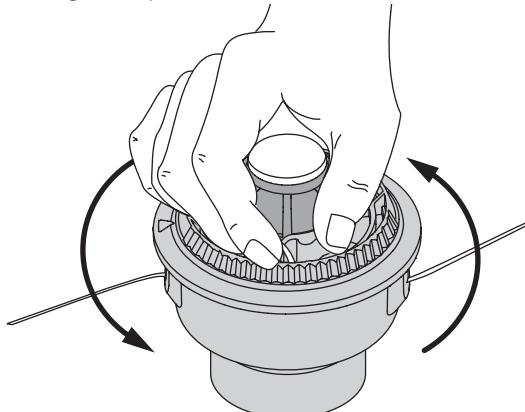

Fig. 16
- Sostenga la bobina exterior. Bobine el carrete interior en sentido antihorario hasta que queden alrededor de 102 mm (4 pulgadas) de línea (Fig. 16).